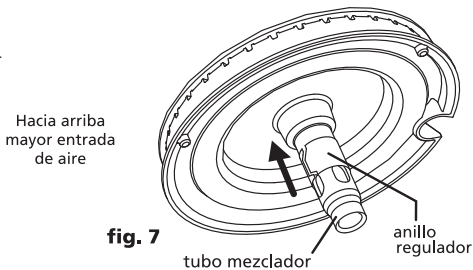

fig. 7
- b) Si en su quemador esta incorporado el tubo mezclador. Para su regulación, retire las parrillas superiores y los quemadores; luego deslice el anillo regulador hacia arriba de modo que aumente la entrada de aire. **(fig. 7)**